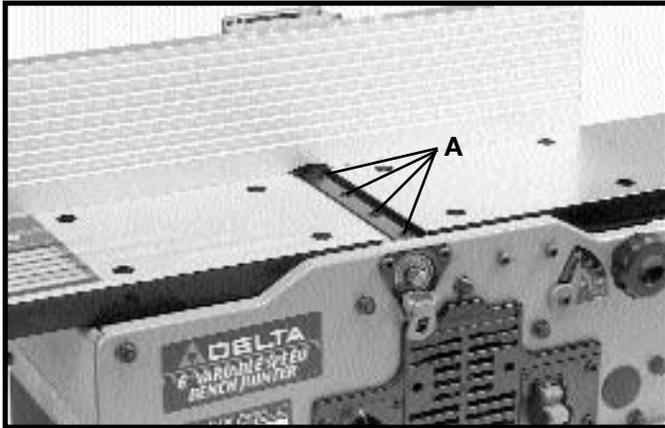
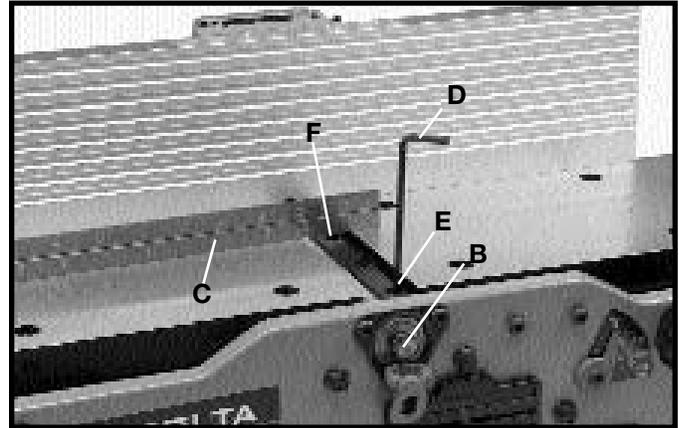
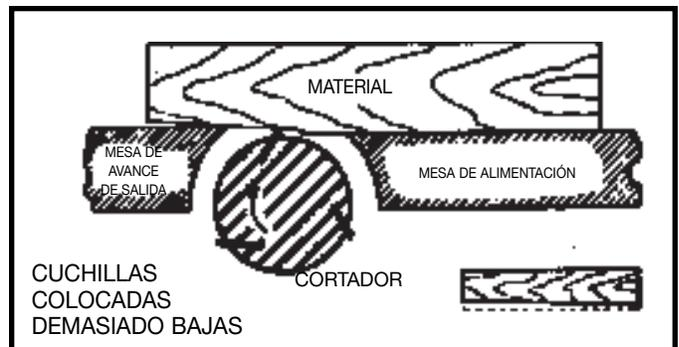

Fig. 30
Fig. 31
Fig. 32
2. Gire el cabezal y afloje los cuatro tornillos (A) Fig. 30. **NOTA:** No afloje los tornillos (A) excesivamente. Aflójelos una media vuelta o sólo lo suficiente como para que la cuchilla pueda deslizarse entre la placa de cierre y el cabezal de corte.
3. Gire el cabezal de corte y engrane el cierre del cabezal (B) Fig. 31 sobre el eje del cabezal, como se ilustra aquí. Esto posicionará las cuchillas para el ajuste debido a la mesa de avance de salida.
4. Coloque una regla recta (C) Fig. 31 sobre la mesa de avance de salida extendiéndose sobre el cuchillo como se ilustra aquí. Utilizando la llave (D), que se suministra, vire el tornillo (E) hasta que la cuchilla no haga más que tocar la regla. Ajuste la cuchilla en el extremo opuesto del cabezal de corte de la misma manera, virando el tornillo (F). Apriete los cuatro tornillos (A) Fig. 30 después de haber realizado el ajuste.
5. Ajuste la cuchilla restante de la misma manera y **ASEGURESE QUE EL CIERRE DEL CABEZAL DE CORTE (B) ESTE DESENGRANADO DESPUES DE HABER COMPLETADO EL AJUSTE, Y REPONGA EL PROTECTOR DEL CABEZAL DE CORTE.**
7. Si las cuchillas han sido fijadas demasiado bajas, el resultado será el que se ilustra en la Fig. 32, y la superficie acabada estará curvada.